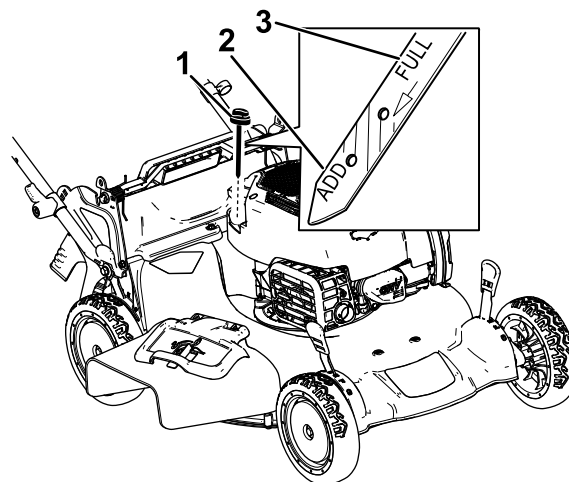

Рисунок 14
2. Извлеките масломерный щуп, повернув крышку против часовой стрелки и вытянув его (Рисунок 14).
5. Определите уровень масла по отметкам на щупе (Рисунок 14).
- Если уровень масла на щупе слишком низкий (Рисунок 14), осторожно залейте небольшое количество масла SAE 30 или SAE 10W-30 с моющими присадками в маслозаливную горловину, подождите 3 минуты и повторите операции с 3 по 5, чтобы довести масло до требуемого уровня на щупе.
- Если уровень масла по щупу слишком высокий (Рисунок 14), слейте излишек масла, пока не будет достигнут правильный уровень по щупу; см. раздел Замена масла в двигателе (страница 20).